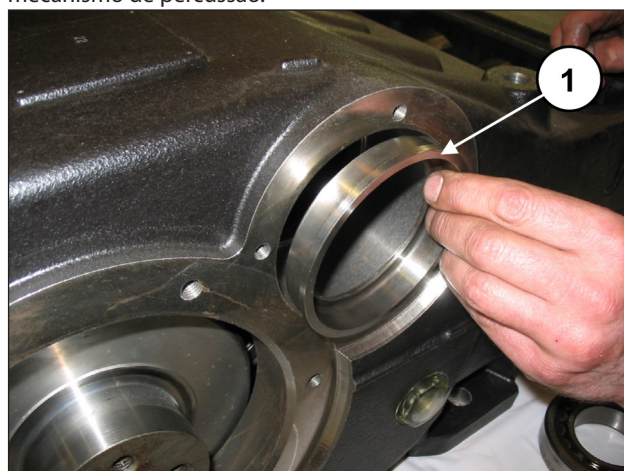
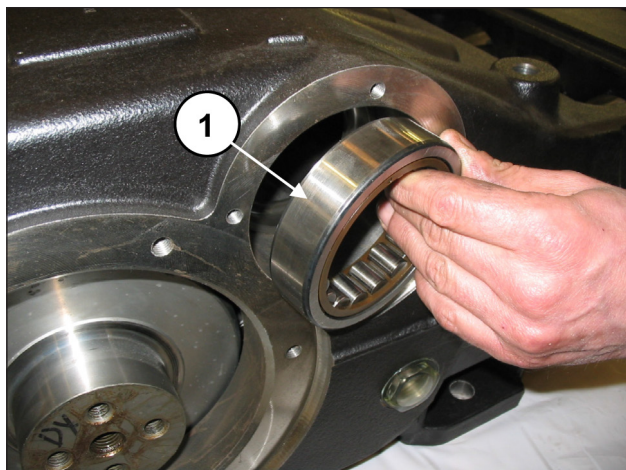

Fig. 54
Fig. 55
De um lado do cárter, insira o casquilho de lubrificação dos rolamentos (pos. ①, Fig. 54) e um anel externo do rolamento (pos. ①, Fig. 55) mediante o uso de uma tampa e do mecanismo de percussão.